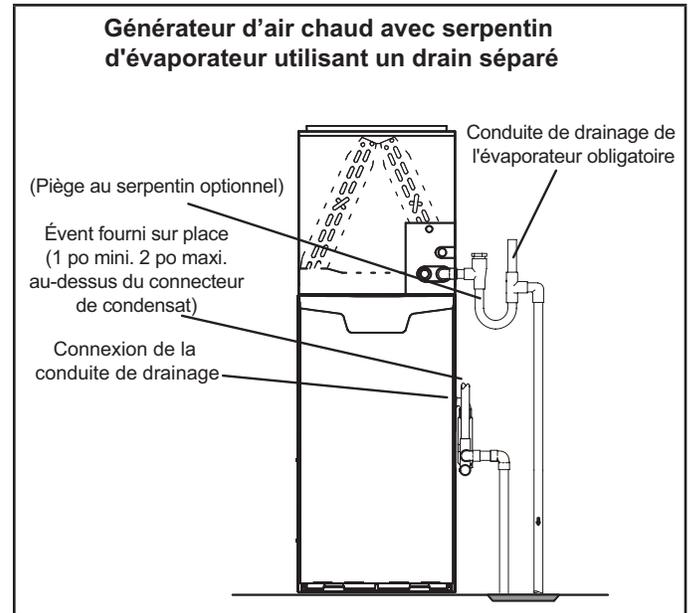
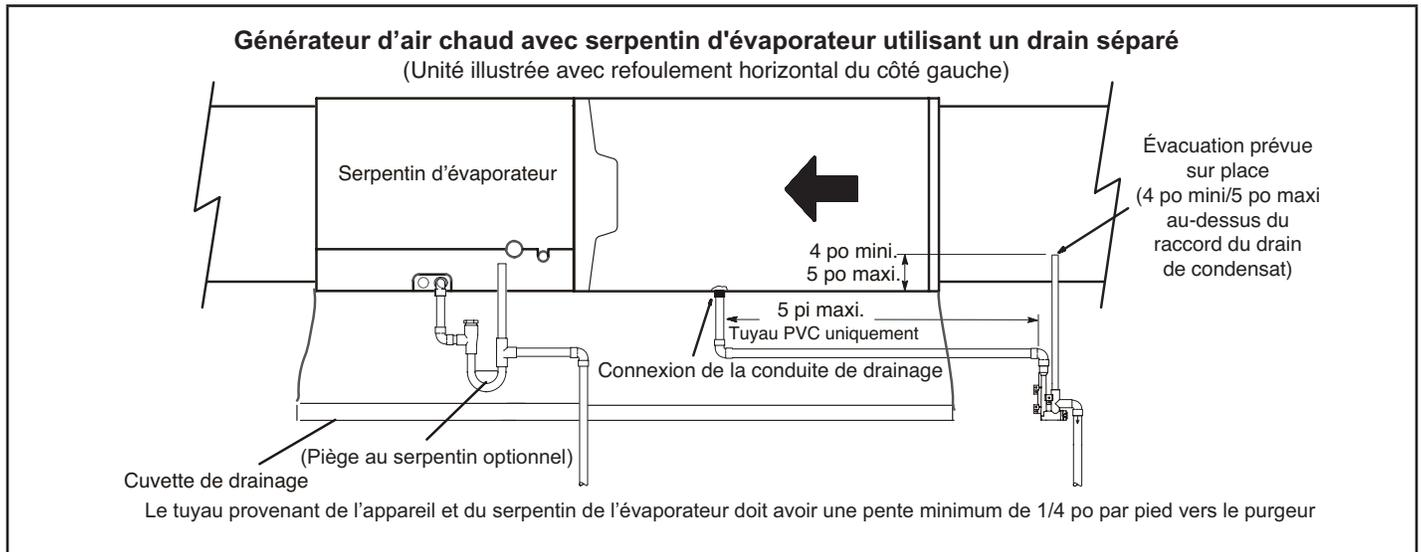
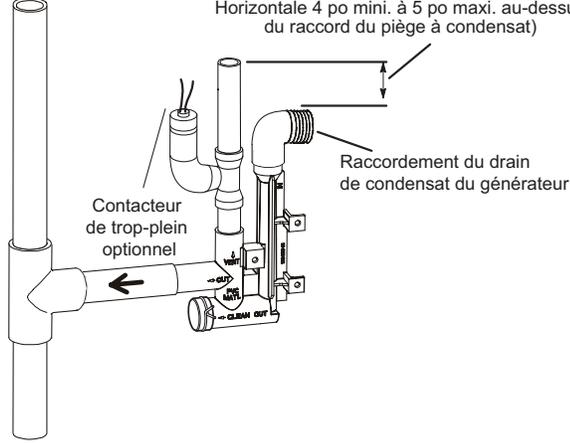

Figure 48
Figure 49
Figure 50
- 5 - La Figure 48 et la Figure 49 montrent l'appareil et le serpentin d'évaporateur utilisant un drain séparé. Si nécessaire la conduite de condensat de l'appareil et celle du serpentin d'évaporateur peuvent s'écouler ensemble. Voir Figure 50, Figure 51 et Figure 52. **Circulation ascendante** (Figure 51) - L'évacuation fournie sur place doit avoir une longueur comprise entre 1 po minimum et 2 po maximum au-dessus du raccord de sortie du drain de condensat. Toute longueur supérieure à 2 po peut provoquer la submersion de l'échangeur de chaleur si la conduite de vidange principale combinée était obstruée. **Circulation horizontale** (Figure 52) - L'évacuation fournie sur place doit avoir une longueur comprise entre 4 po minimum et 5 po maximum au-dessus du raccord de sortie du drain de condensat. Toute longueur supérieure à 5 po peut provoquer la submersion de l'échangeur de chaleur si la conduite de vidange principale combinée était obstruée.